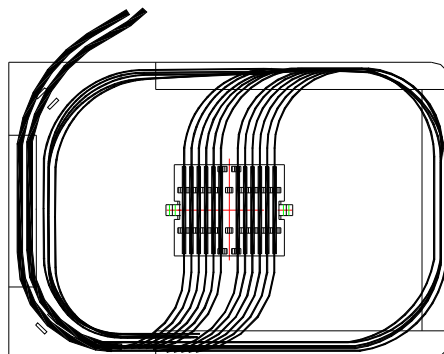

图 8
- 5.4 单芯光纤在熔接盘内盘绕如图 8 所示，盘绕前用线扎将光纤束在熔接盘入口处固定，熔接盘外余留长度以能满足拿出熔接盘操作为准。为防止光纤翘曲，可在适当位置用胶布粘贴；